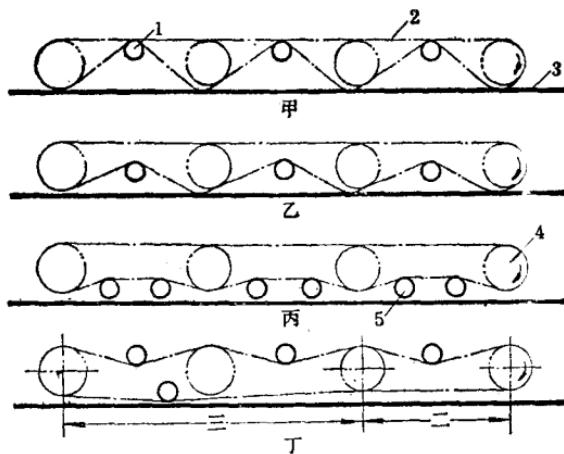

图1-2 导条辊传动链条安装示意
(1) 链条过长，15牙链条压紧轮不起作用。压紧轮稍上抬，即造成上、下排链条相互碰撞摩擦（图1-2甲）；压紧轮压松一些，则链条下垂，与护罩底面摩擦（图1-2乙），产生异响，护罩底面严重磨损。
①将原每组间1只15牙链条压紧轮，重新改装成两只12牙链条压紧轮，安装位置如图1-2丙，以增加压紧链轮的调节范围，还有利于维修拆装。
②重新改变链条的传动形式，原传动形式一般采用每两根导条辊配一组环链条，我们称它二、二式，缺点是导条辊多后，前后导条辊传动有先后，使起动时张力不匀。重新改组可配成：6根导条辊改为三、四式，5根导条辊改为三、三式，4根导条辊改为二、三式（图1-2丁）①。这样，既节省链条，又可使导条辊起动时接近同步运转。